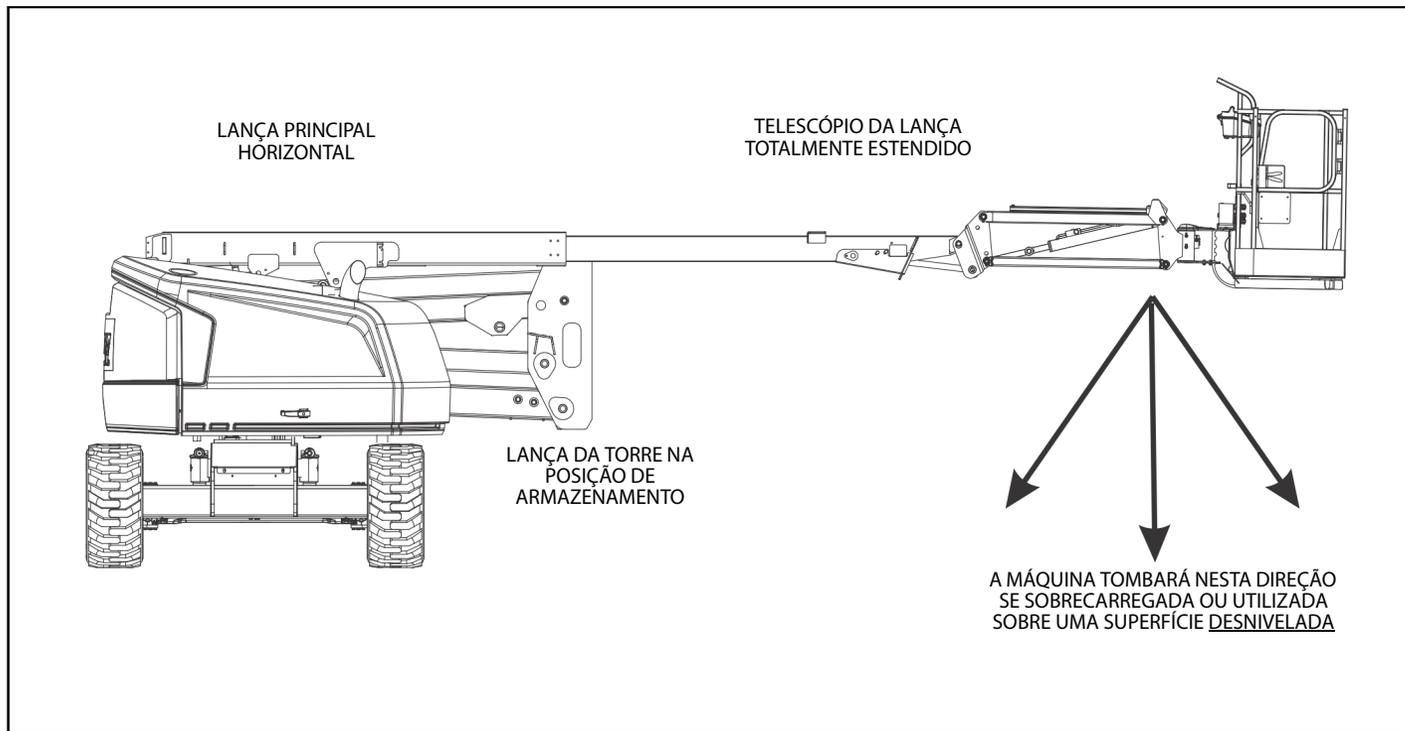
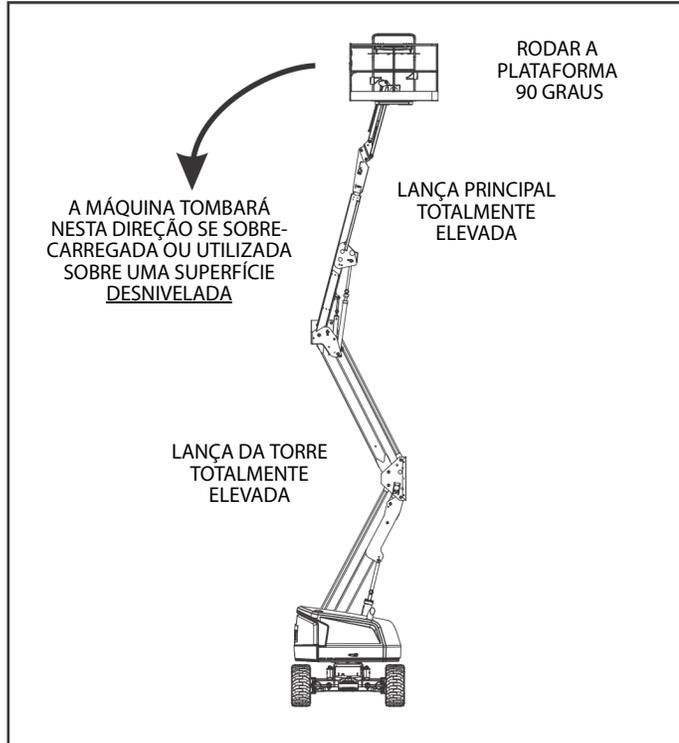

Figura 4-1. Posição da menor estabilidade frontal
Figura 4-2. Posição da menor estabilidade posterior
A estabilidade da máquina baseia-se em duas (2) condições, designadas estabilidade FRONTAL e POSTERIOR. A posição de estabilidade FRONTAL mínima é indicada na Figura 4-1., e a posição de estabilidade POSTERIOR mínima é indicada na Figura 4-2.